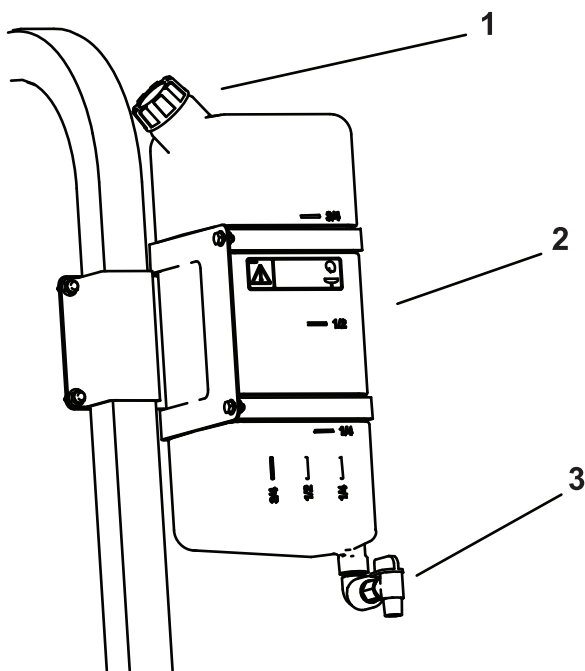

Figura 71
- Para llenar el depósito, desenrosque el tapón de la parte superior del depósito, llene el depósito con agua limpia y coloque el tapón (Figura 71).
- Para abrir la llave de paso del depósito de agua limpia, gire la palanca de la llave de paso (Figura 71).